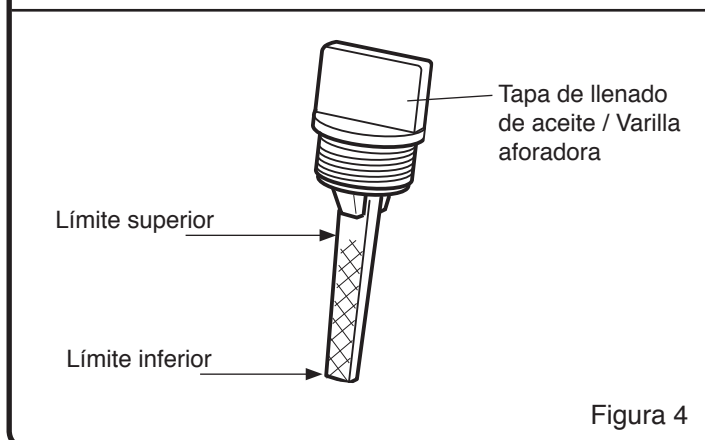

Figura 4
4. Al tenerse un nivel lleno de aceite, el aceite alcanzará el límite superior en la varilla aforadora. Si el nivel de aceite está cerca del límite inferior o por debajo de éste, se ha de agregar aceite. (Véase la Figura 4)